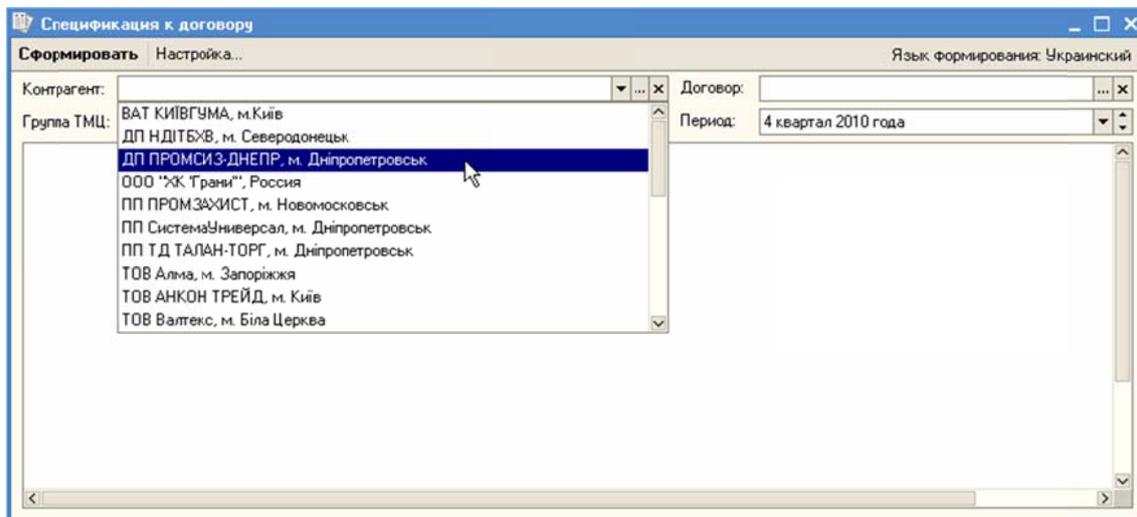

Рисунок 202 – Выбор контрагента
- *Контрагента*, по которому будет сформирована спецификация к договору, используя выпадающий список значений или открыв справочник «Контрагенты» (Рисунок 202).